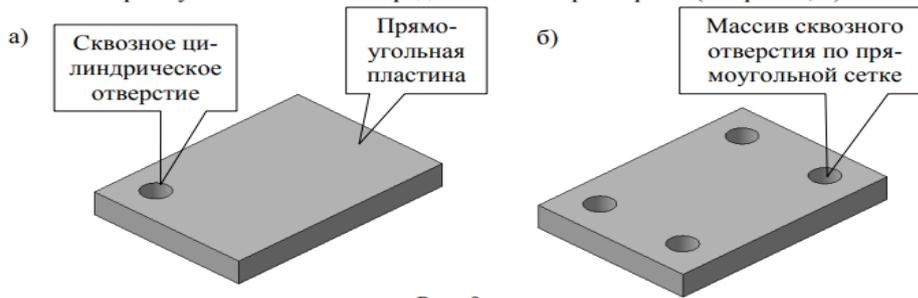

Рис. 9
5. Каким образом в системе КОМПАС-3D должно быть построено сквозное цилиндрическое отверстие в трехмерной модели плоской прямоугольной пластины (см. рис. 9, а), чтобы при дальнейшем использовании операции Массив по сетке стало возможным создание нескольких копий этого отверстия по прямоугольной сетке с определенными параметрами (см. рис. 9, б)?